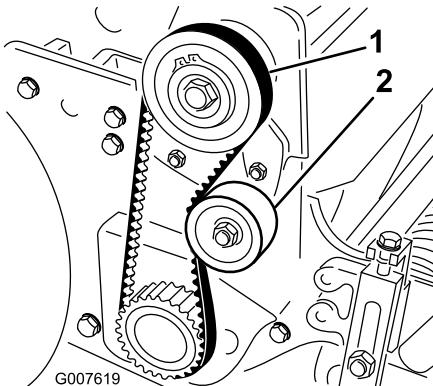

図 42
2. プーリ間の中央部で図 42、1822 N (1.8 - 2.3 kg)
な張りを出す図 42。